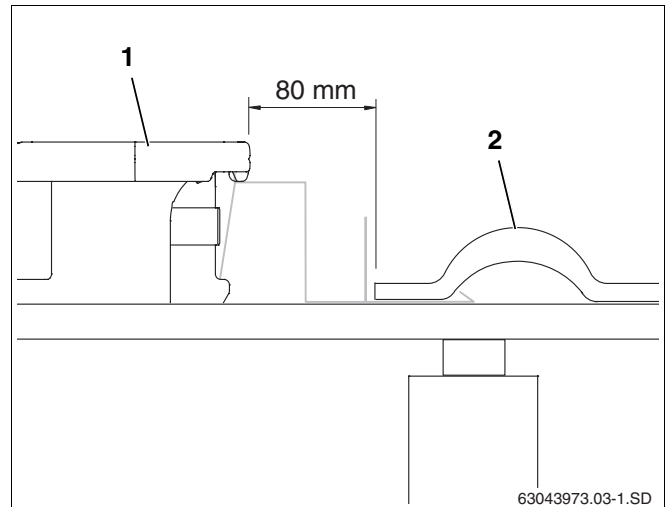

Fig. 21 Colocar y atornillar el primer colector
- ▶ Deje deslizar el primer colector (fig. 21, **pos. 1**) en el seguro contra deslizamiento y colóquelo a una distancia de 80 mm de la teja (cortada en caso necesario) situada en el exterior (fig. 21, **pos. 2**).